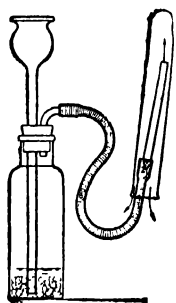

Рис. 36. Наполнение пробирки водородом. Водород вытесняет воздух из опрокинутой пробирки.
Пользуясь лёгкостью водорода, можно наполнять им сосуды и не над водой. Водород впускают в перевёрнутый книзу отверстием сосуд (рис. 36).
Обычно при *испытании чистоты выделяющегося из прибора водорода* так и поступают: наполняют пробирку водородом по способу вытеснения воздуха (рис. 36) и затем подносят к поставленной на *некотором расстоянии* лампочке. Нужно только достаточно долго пропускать водород и не спешить поднести пробирку к огню, так как в пробирке, не нацело наполненной чистым водородом, будет происходить взрыв смеси водорода с оставшимся воздухом.
■ **Опыт 1.** Получите водород в приборе, изображённом на рис. 36. *Испытайте*, чистый ли идёт водород, и после этого (*не раньше!*) зажгите водород у конца трубки¹.